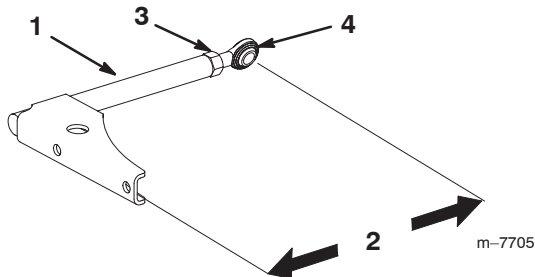

Figure 55
1. Desserrez l'écrou de blocage et tournez la rotule dans le sens anti-horaire, un tour à la fois (Fig. 55).
2. Réglez chaque côté de la même façon. La longueur nominale de chaque bras de poussée doit être de 34 cm (13-1/2 pouces) à un vrillage de 15 degrés (Fig. 55).